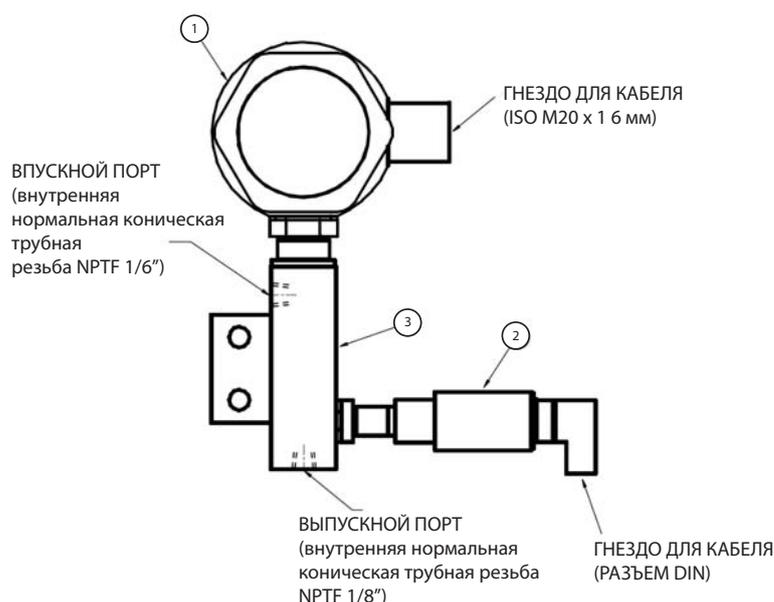

Рис. 7 Компоновка датчиков Promet I.S.
- c. Соединения для проб жидкости делаются посредством впускного и выпускного портов, как показано на Рис. 7. Впускные и выпускные порты – гнездовые со стандартной мелкой резьбой 1/8" NPT. Для подсоединения этих двух портов к трубам системы отбора проб 6 мм, Michell рекомендует использовать штыревые разъемы Swagelok® 6 мм - 1/8" NPT, код заказа SS-6M0-1-2. Для выполнения соединений следуйте стандартным указаниям по установке Swagelok®.